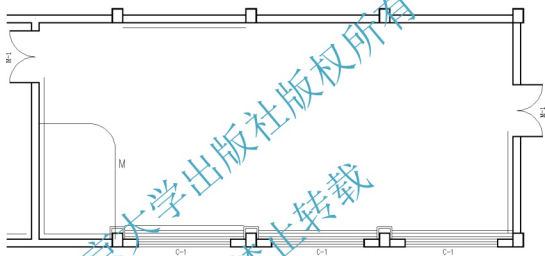
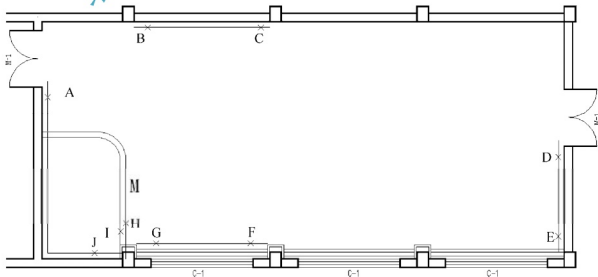
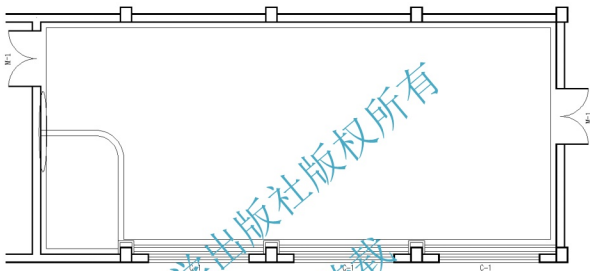

图 4.63 分解并修改多段线
图 4.64 将 M 线向左偏移 150mm
图 4.65 用【圆角】命令修改图形
(4) 删除多余的线，结果如图 4.63 所示。
(5) 将图 4.63 中的 M 线向左偏移 150mm，结果如图 4.64 所示。
① 在选择第一个对象或 [放弃(U)/多段线(P)/半径(R)/修剪(T)/多个(M)]: 提示下，拾取图 4.64 所示的 A 处。
② 在选择第二个对象，或按住 Shift 键选择要应用角点的对象: 提示下，拾取 B 处。
(7) 多次重复【圆角】命令，修改 C 和 D 处、E 和 F 处、G 和 H 处、I 和 J 处，结果如图 4.65 所示。
(8) 启动【修剪】命令，将图 4.65 中椭圆内的两条短线剪掉。